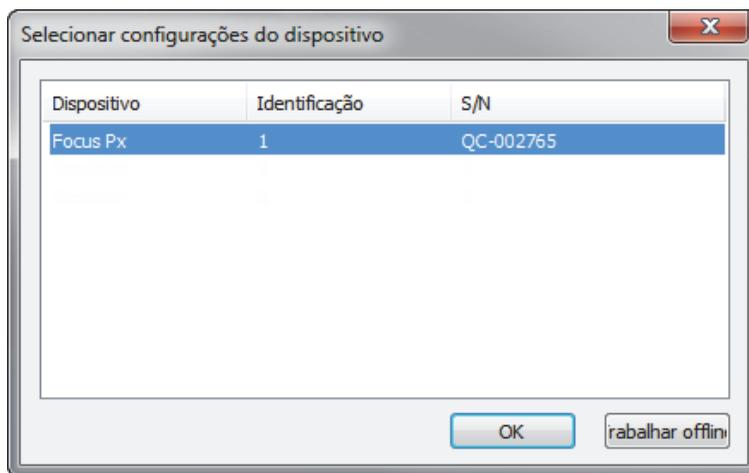

Figura 1-28 Caixa de diálogo Selecionar configurações do dispositivo
6. Quando você inicia a edição **Inspeção**, a caixa de diálogo **Selecionar Configurações do Dispositivo** aparece (Figura 1-28 na página 46). Na caixa de diálogo, proceda da seguinte forma: